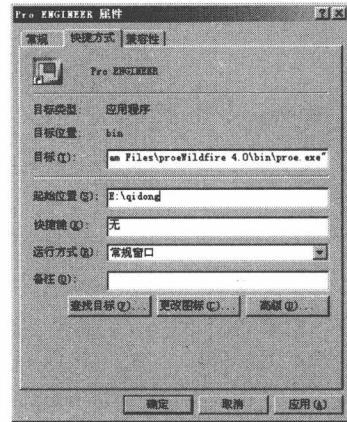

图 1-20 设置启动文件夹
- (3) 弹出【Pro ENGINEER 属性】对话框，在【起始位置】编辑框中输入起始文件夹的路径，如：“E:\qidong”，点击【确定】按钮，完成设置，如图 1-20 所示。